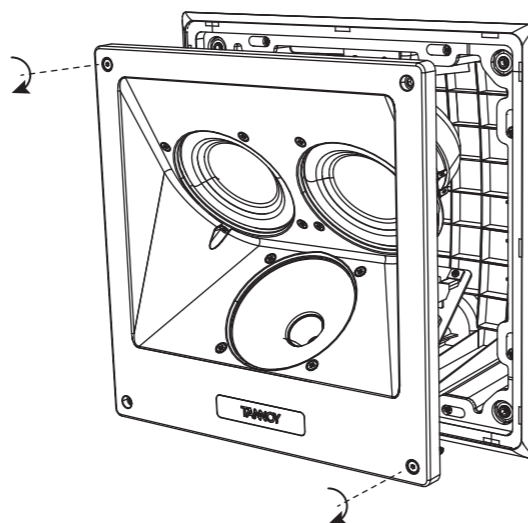

Fig. 20. Install the loudspeaker
3. Installeer de luidspreker in de achterste houder en zet hem vast met de schroeven (Afb.20).